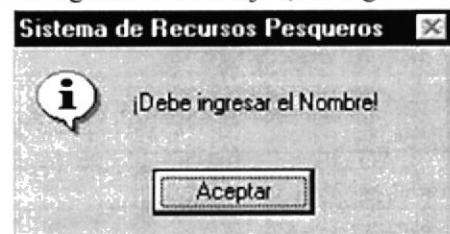

Figura 9.35 Mensaje Ingresar nombre
4. Si se ha realizado un ingreso o una modificación y no escribió el nombre de la especie se mostrará el siguiente mensaje (ver figura 9.35).